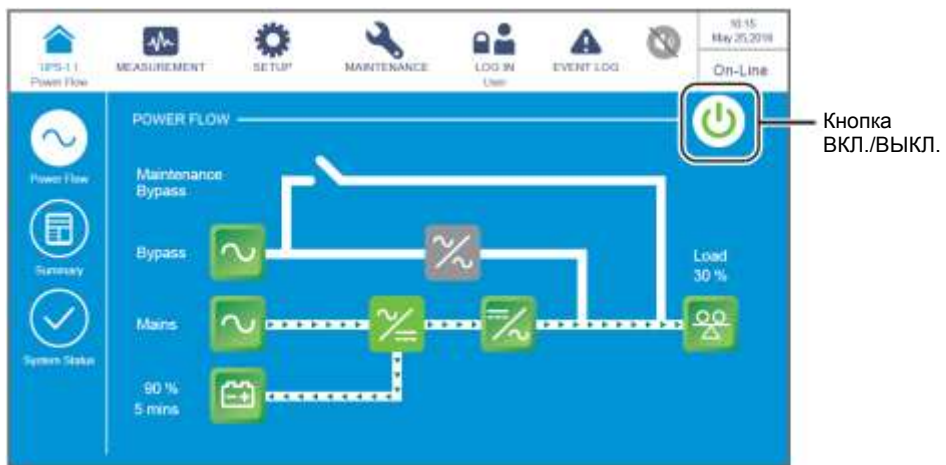

Рисунок 6-45: Экран режима двойного преобразования, кнопки имени пользователя и ВКЛ./ ВЫКЛ.
- 1) В режиме двойного преобразования на ЖК-дисплее отображается следующий экран (**Рисунок 6-45**), а трехцветный светодиодный индикатор горит зеленым. Расположение трехцветного светодиодного индикатора см. на **Рисунке 2-11**.